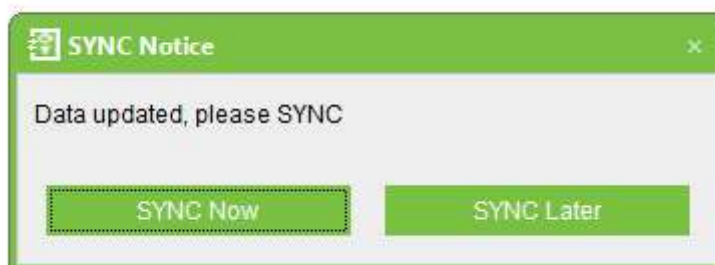

Figura 11 – Sincronismo entre Software e Aparelho
**Figura 11** esta janela vai surgir sempre que o software detectar novos dados introduzidos no software que necessitam de ser passados para o aparelho para assim existir o sincronismo entre o software e o aparelho.